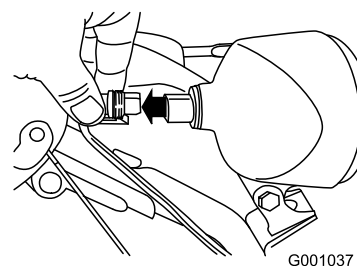

Рисунок 57
1. Снимите соединитель с тыльной части фары (Рисунок 57).